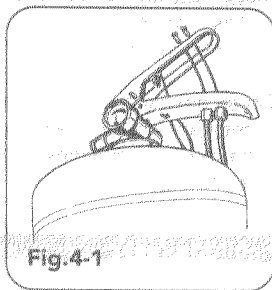

Fig.4-1
- L'autre extrémité de la gaine doit traverser la poignée fixe de la soupape (FIG.4-1).